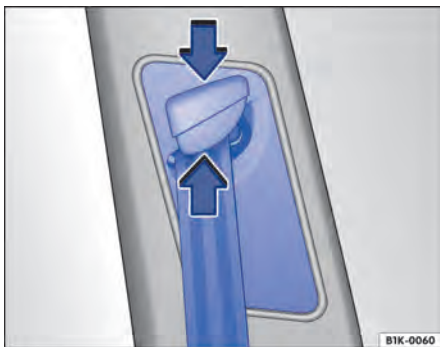

Fig. 71 Ao lado dos bancos dianteiros: regulagem de altura do cinto de segurança.
- Pressionar o dispositivo regulador no sentido da seta e mantê-lo pressionado ⇒ Fig. 71.